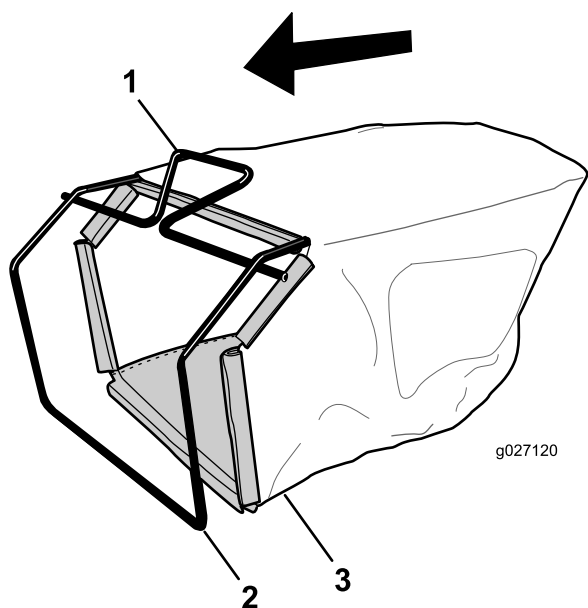

Figura 7
1. Infilate il cesto di raccolta sopra il telaio come illustrato in Figura 7.
Nota: Non infilate il cesto sopra la maniglia (Figura 7).